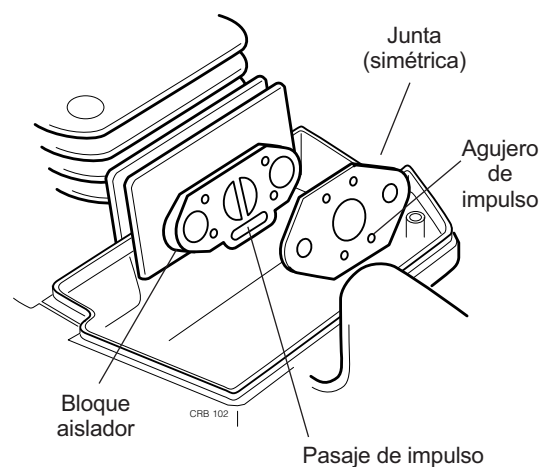

Figura 3.39
- Instale el carburador en la motosierra en orden inverso al desmontaje. Asegúrese de que los agujeros de pasaje de impulso en la empaquetadura estén alineados con el agujero de impulso en el bloque aislador (figura 3.39)